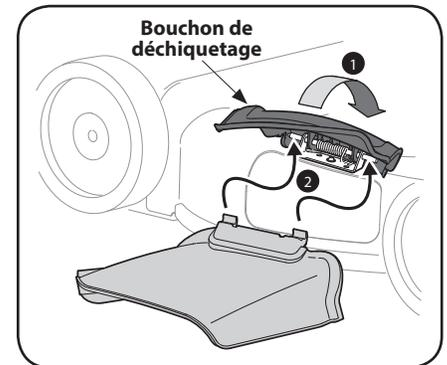

Figure 2-8
- Relevez le bouchon de déchetage qui se trouve sur le côté de la tondeuse. Voir Figure 2-8.